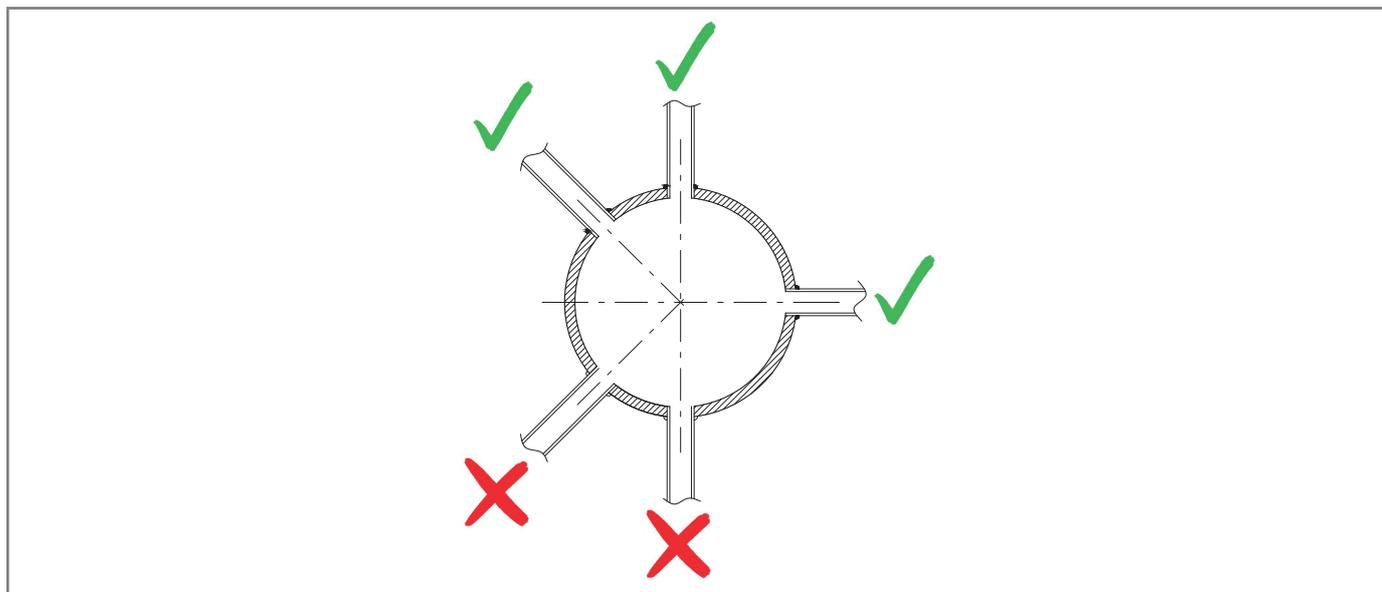

Рис. 6.9. Приваренные крепления на трубопроводе
- фитинги трубопровода всегда привариваются к верху или к горизонтальной оси самой трубы (см. рис. Рис. 6.9);